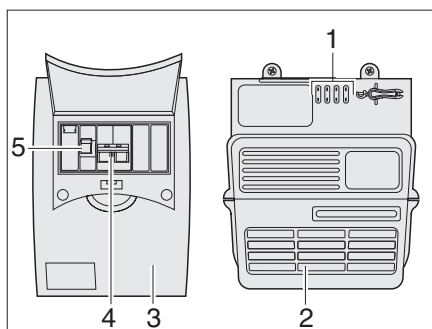

Fig. 89 Alimentatore di rete e interruttore di sicurezza
La scatola dei fusibili a 230 V (Fig. 89,3) è montata accanto all'alimentatore di rete (Fig. 89,2).
La scatola dei fusibili (Fig. 89) contiene il fusibile principale (Fig. 89,4) e un interruttore di sicurezza per correnti di guasto (Fig. 89,5).
L'interruttore di sicurezza per correnti di guasto (Fig. 89,5) misura l'intensità di corrente nella linea di andata e di ritorno. Se l'intensità di corrente che scorre in queste due linee è uguale, l'interruttore di sicurezza per correnti di guasto non interviene. Se invece si registra una differenza, l'interruttore apre immediatamente il circuito, evitando pericolosi incidenti e lesioni dovuti alla corrente elettrica.
- Spingere l'interruttore principale (Fig. 89,4) verso l'alto portandolo in posizione "ON".
- Spingere l'interruttore di sicurezza per correnti di guasto (Fig. 89,5) verso l'alto portandolo in posizione "ON".